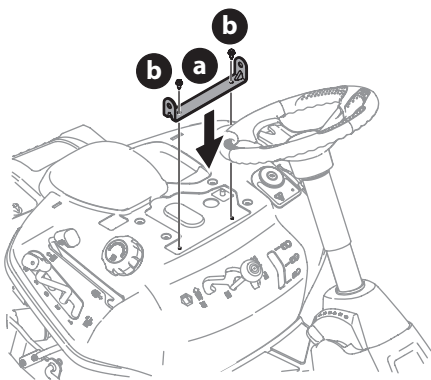

Figura 8
3. Alinee el soporte del asiento (a) en su lugar sobre los orificios de los pernos autorroscantes (b) que extrajeron (Figura 8).
4. Con una llave de trinquete de 1/4" con una llave de 3/8", sujete el soporte del asiento (a) con los pernos autorroscantes (b) que se extrajeron en el paso 2 (Figura 8).